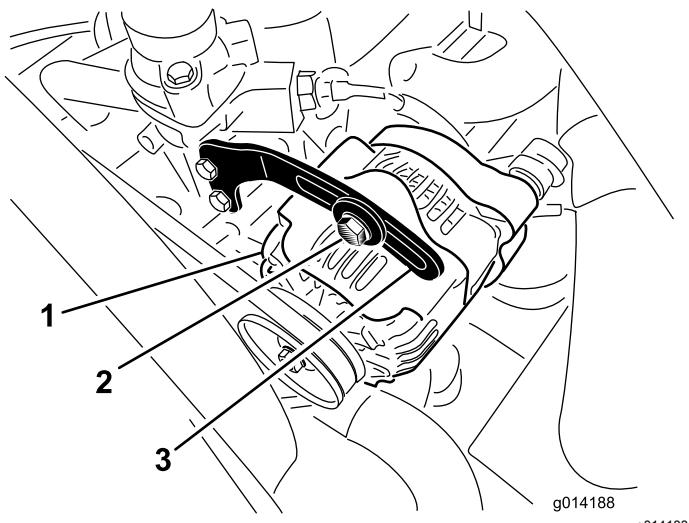

Figura 45
2. Controllate la tensione della cinghia dell'alternatore premendola (Figura 45) al centro tra le pulegge dell'alternatore e dell'albero a gomito con una forza di 10 kg.
3. Allentate il bullone che fissa il supporto all'alternatore (Figura 45) e il bullone di rotazione dell'alternatore.